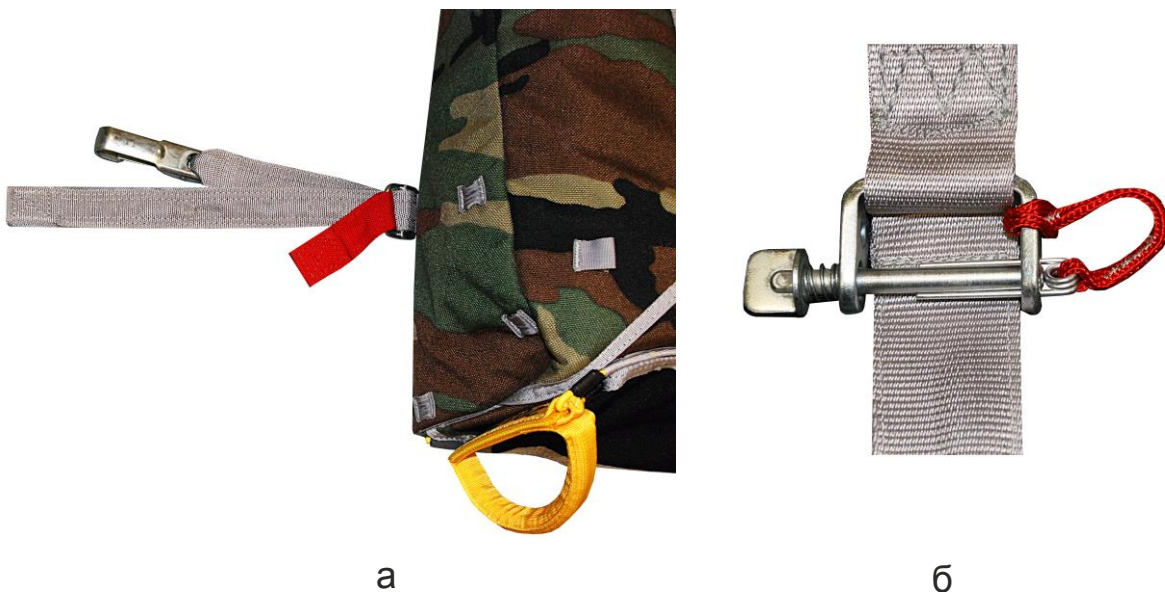

Рисунок 27 – Монтаж ранцевых карабинов и фиксирующей шпильки
2.2.4 На ранец установить ранцевые карабины с лентами притяга запасного парашюта (рисунок 27а).